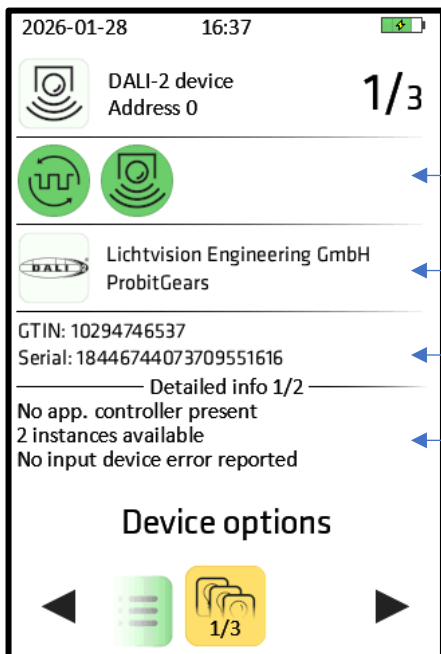

Abbildung 3
- 9.1 DALI-Version. Siehe Abbildung 3: ①, ③